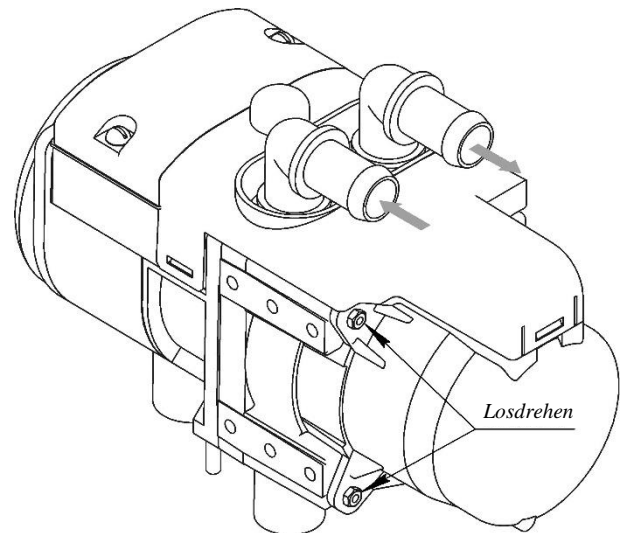

Abb. 5. Befestigung des Rumpfes am Luftgebläse
- lösen Sie die Befestigungsschrauben des Rumpfes zum Luftgebläse (Abb. 5);